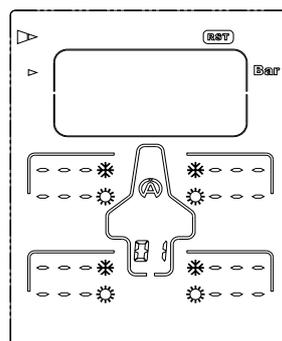

図 11
- 2) 中央ボタン  を 1 秒間押して下さい。全てのデータが消去されます。(図 11)